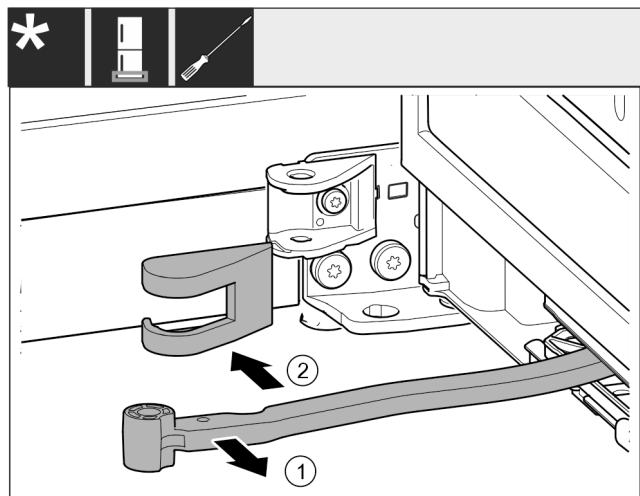

Fig. 16
- Tourner la jointure Fig. 16 (1) en direction de la porte.
- Retirer le cache du support de palier Fig. 16 (2).